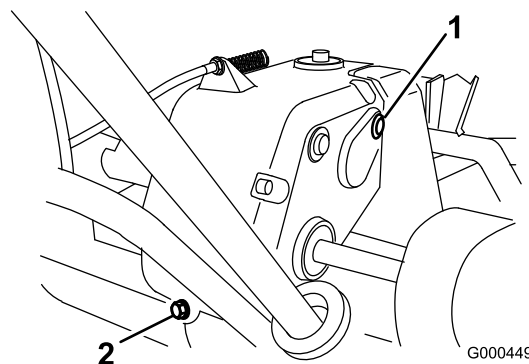

Figura 30
2. Togliete il tappo di controllo e riempimento dal lato destro della trasmissione (Figura 30).